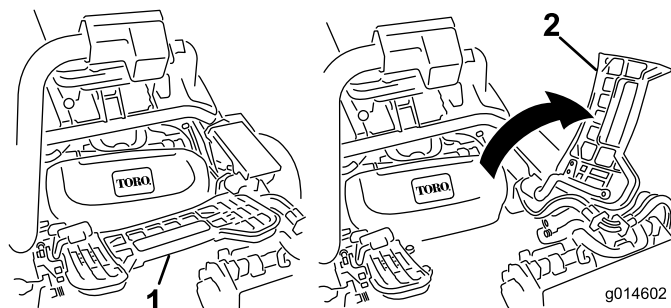

Bild 32
2. Heben Sie die Fußplattform an und schwenken Sie sie in die geöffnete Stellung, um die Stellung des mittleren Mähwerks zugänglich zu machen (Bild 32).